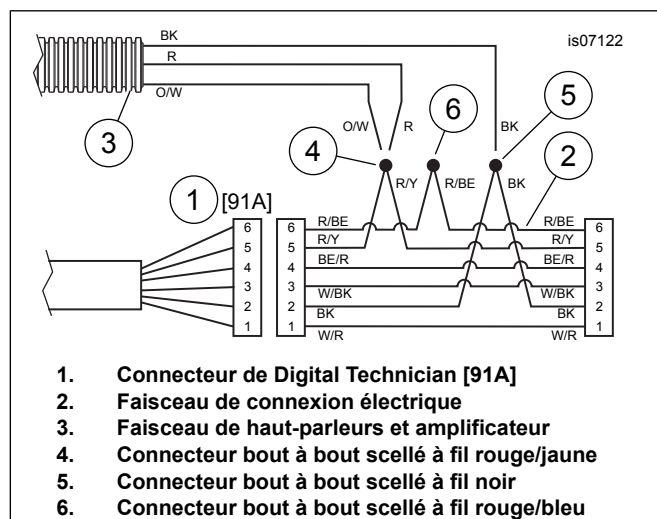

Figure 4. Schéma de câblage, faisceau de haut-parleurs/amplificateur au faisceau de connexion électrique
- a. Voir Figure 4. Repérer le connecteur Digital Technician [91A] (article 1, connecteur mâle Deutsch gris à six voies avec gaine en caoutchouc) sous la selle. Placer le faisceau de connexion électrique (2) au niveau du connecteur Digital Technician, mais **NE PAS** les connecter pour le moment.
- b. Acheminer les fils du faisceau de haut-parleur et d'amplificateur (3) vers le faisceau de connexion électrique. Couper les fils de haut-parleur et d'amplificateur à une longueur appropriée pour atteindre facilement les connecteurs bout à bout scellés (4 et 5) sur le faisceau de connexion électrique.
- c. Épisser les fils rouge et orange/blanc de haut-parleur et d'amplificateur sur le connecteur bout à bout scellé du fil **rouge/jaune** (4) dans le faisceau de connexion électrique.
- d. Épisser le fil noir de haut-parleur et d'amplificateur sur le connecteur bout à bout scellé du fil **noir** (5) dans le faisceau de connexion électrique.
- f. Utiliser le pistolet thermique ou dispositif de chauffage pour sceller l'extrémité ouverte du connecteur bout à bout scellé (6) sur les fils **rouge/bleu** du faisceau de connexion électrique.
4. Consulter les instructions détaillées sur les connexions épissées étanches dans le manuel d'entretien. Si le faisceau de fils (no de pièce 69200722) a déjà été épissé, couper les épissures existantes. Voir Figure 4 pour une configuration d'épissure multiple. Si le faisceau de fils (no de pièce 69200722) a été épissé lors d'un montage antérieur, s'assurer que le connecteur Molex à 8 contacts est déconnecté du connecteur [4] du véhicule.